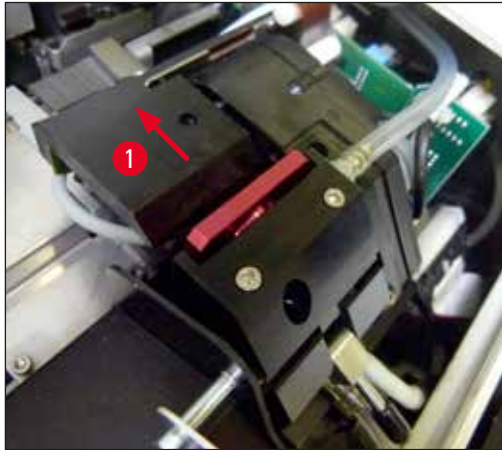

Fig. 54
2. La tête d'impression (→ "Fig. 54-1") s'élève jusqu'à env. 1 cm du joint à lèvres (→ "Fig. 54").